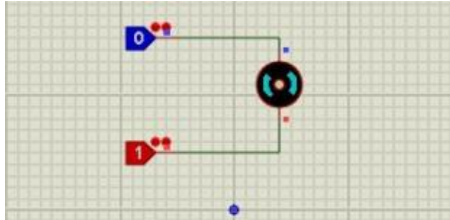

Рисунок 6.6 – Схема з різними логічними станами
4. Двигун буде рухатися проти годинникової стрілки, коли верхній стан 0, а нижній 1 (рис. 6.6).